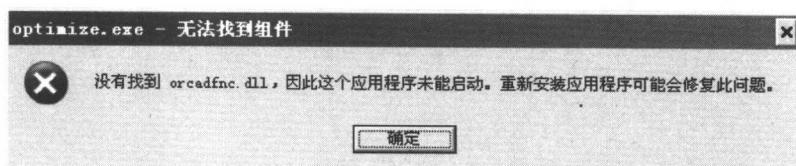

图 1.2.23 找不到应用文件界面
(15)重启计算机后,可能出现如图 1.2.23 所示的找不到应用文件界面,此时可不理会它,直接点击“确定”即可,至此,整个安装过程完成。